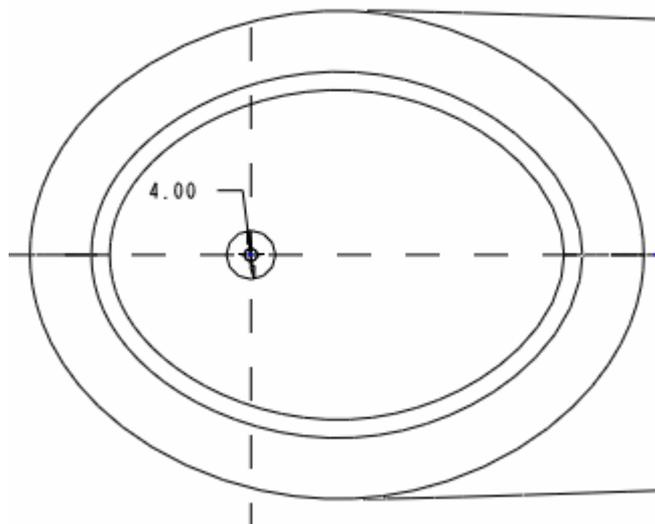

图 61-22
(2) 单击按钮 ，打开【剖面】对话框，选择步骤 8 偏移后的椭圆端面为草绘平面。
(3) 在草绘环境中绘制如图 61-22 所示的直径为 4 的小圆。